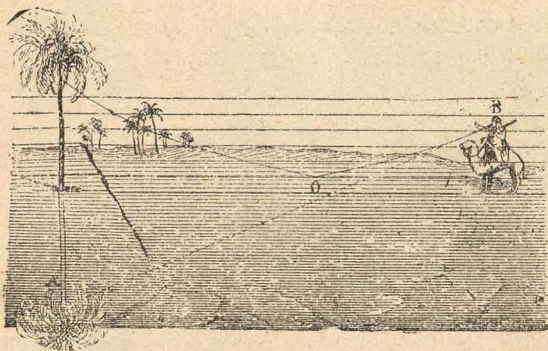

Fig. 127.—Espejismo.
5. **Espejismo.**—El espejismo es un caso de reflexión total. Un rayo como  $AO$  (fig. 127) atravesando, á medida que se acerca al suelo, capas de aire cada vez más calien-